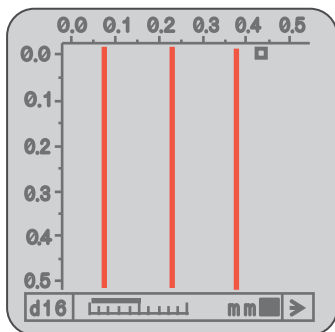

図49
- 鉄筋の上を通過すると、鉄筋の位置がバー(太線)で表示されます。(図49参照)